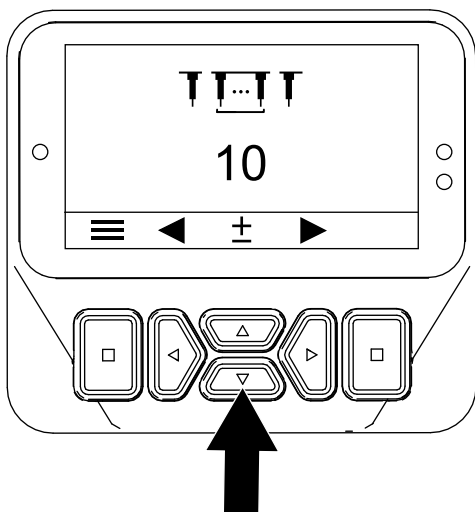

Figura 58
3. Apăsai butonul dreapta până când apare ecranul Setting the Tine Quantity (Setare număr de dini) (Figura 58).
4. Reglai numărul de dini cu ajutorul butoanelor sus și jos (Figura 58) după cum urmează: